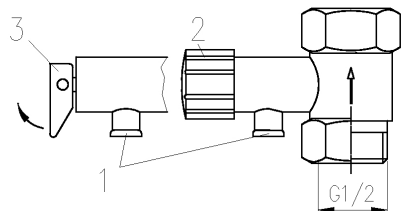

Rys.3 Schemat hydrauliczny
Ogrzewacz **jest** urządzeniem ciśnieniowym tzn. podłączany jest w ten sposób, że ciśnienie wody w zbiorniku odpowiada ciśnieniu w instalacji wodnej. Zabezpieczenie przed nadmiernym wzrostem ciśnienia powinno być wykonane zgodnie z PN-76/B-02440 – „Zabezpieczenie urządzeń ciepłej wody użytkowej”. **Na przewodzie doprowadzającym zimną wodę musi być zamontowany zawór bezpieczeństwa (będący w wyposażeniu ogrzewacza). Zamontowany zawór musi być wykonany na ciśnienie znamionowe 6 bar.** Montaż jakichkolwiek przewężeń (np. reduktorów, osadników zanieczyszczeń, zaworów spustowych itp.) pomiędzy urządzeniem, a zaworem bezpieczeństwa jest **niedozwolony**. Dopuszcza się jedynie montaż trójnika z zaworem spustowym, umożliwiającym opróżnienie zbiornika /rys.3 poz.5/. Bardzo korzystne i wygodne jest zamontowanie zaworu bezpieczeństwa powyżej pojemnościowego podgrzewacza wody, dzięki czemu można go wymienić bez opróżniania zbiornika.
Ogrzewacz podłączyć do sieci wodociągowej o ciśnieniu wody **min. 1 max. 6 bar** zgodnie ze schematem hydraulicznym /rys.3/:
- na doprowadzeniu wody zainstalować zawór odcinający, /rys.3 poz.2/;
- króciec poboru ciepłej wody użytkowej /oznaczony kolorem czerwonym/ podłączyć do dowolnej ilości punktów czerpalnych /bateria wannowa, umywalkowa /rys.3 poz.3/;
- przez zawór spustowy zamontowany przed zaworem bezpieczeństwa /rys.3 poz.5/.